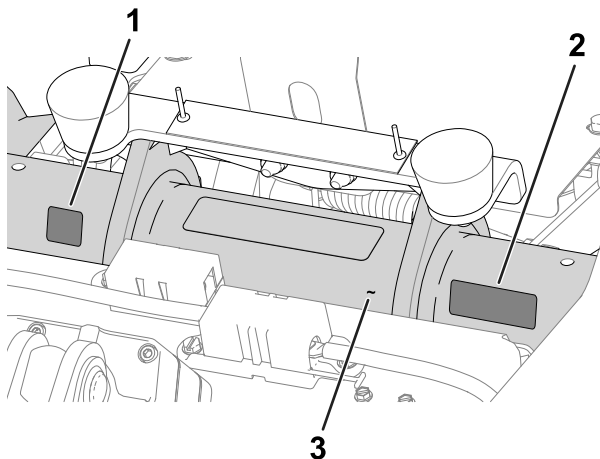

Figura 11
- **Autocolante do ano de fabrico e autocolante de marca CE:** aplique os autocolantes no tubo da estrutura por baixo do banco e da laca do número de série; consulte a Figura 11.